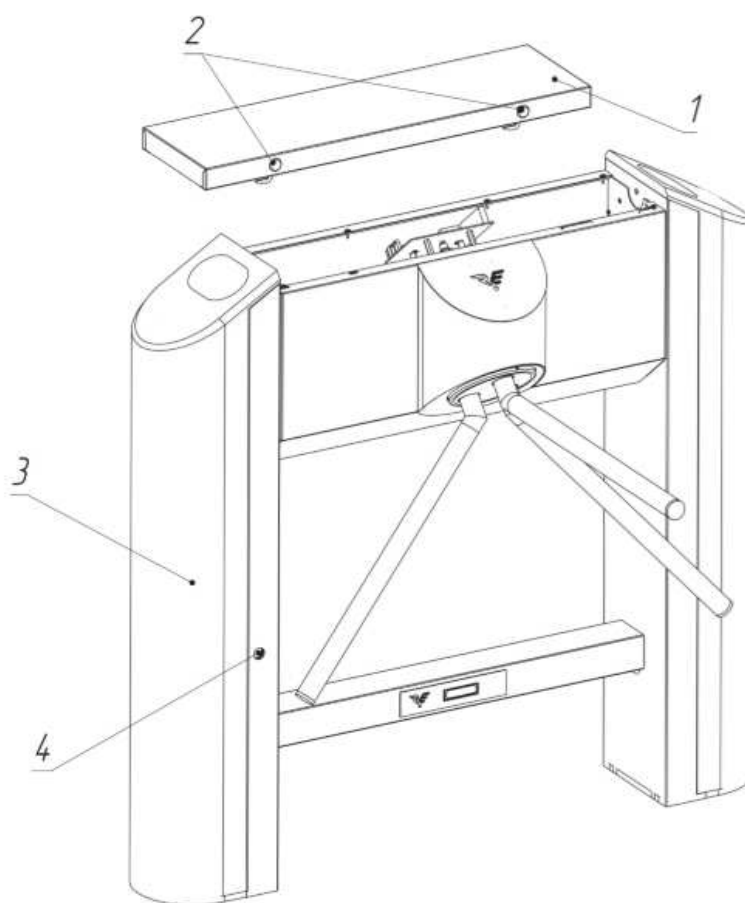
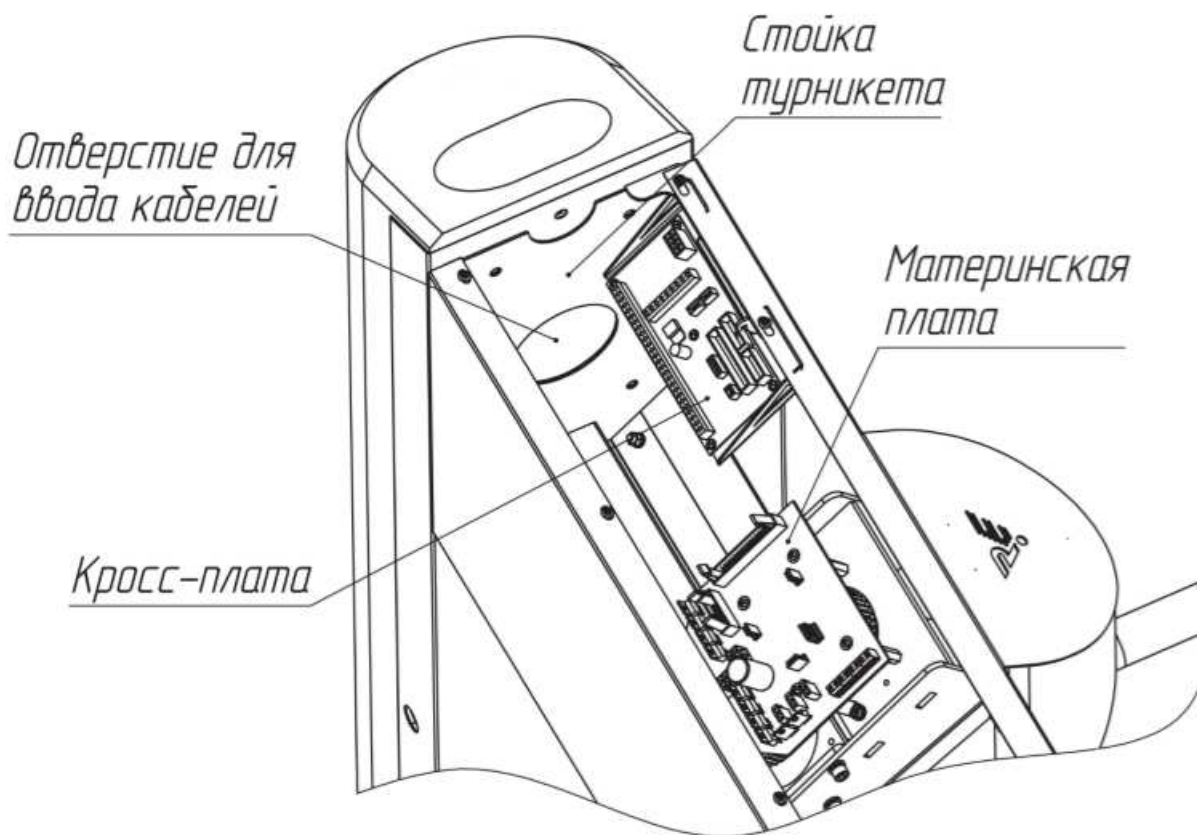
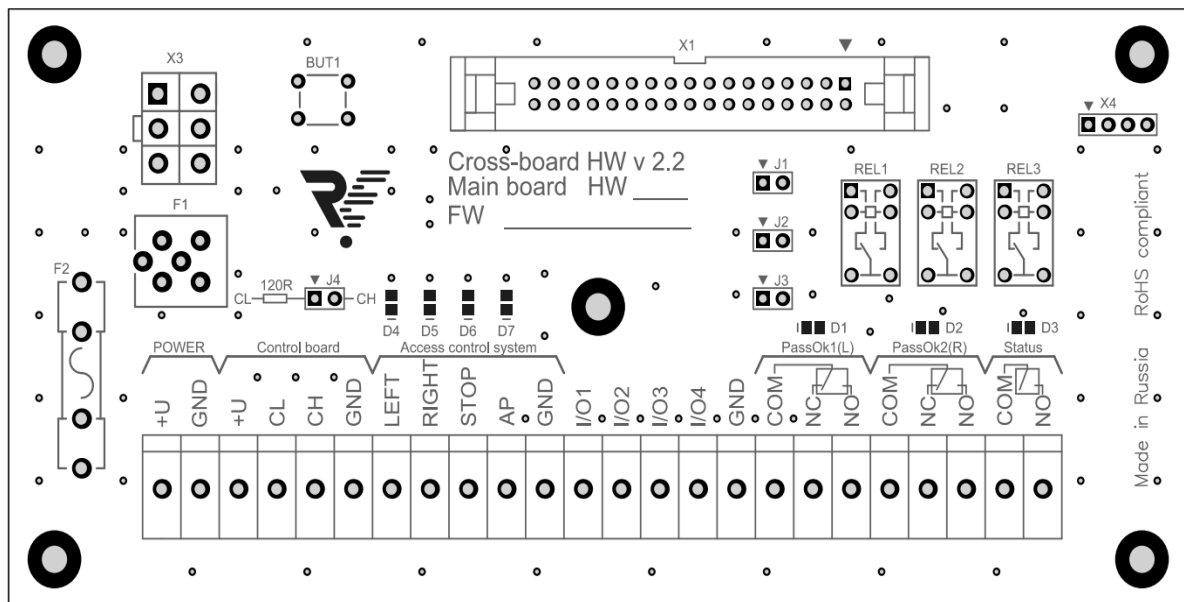
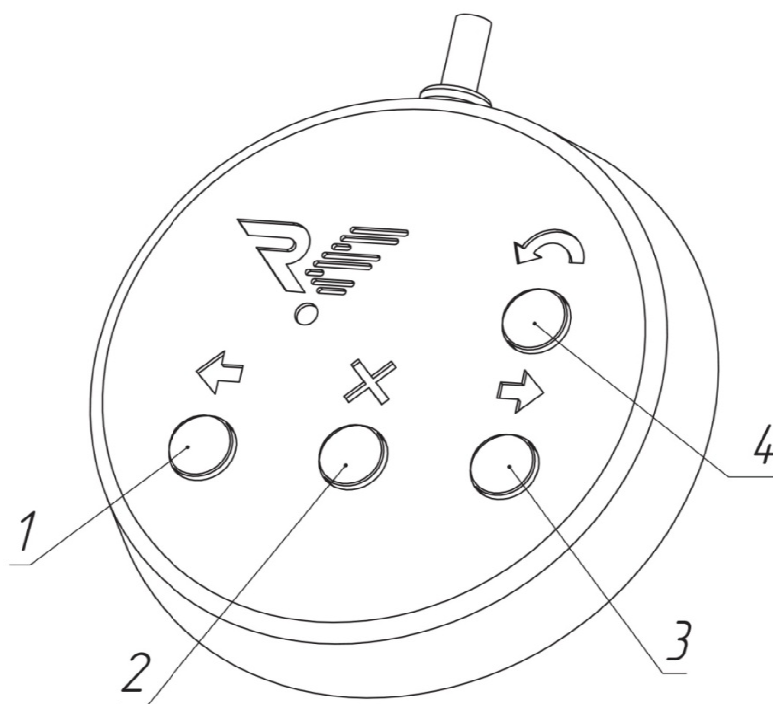

Рис. 8 Подготовка к установке турникета
Рис. 9 Расположение кросс-платы на стойке турникета
Рис. 10 Внешний вид кросс-платы
Рис. 11 Нумерация кнопок ПУ
4.2.7. Установите турникет на подготовленную площадку (рис. 5). Используя ключи, откройте замки (2, рис. 8) и снимите верхнюю крышку (1, рис. 8). Также, открыв замок стойки (4, рис. 8), откройте дверцу стойки (3, рис. 8).
Подключение БП, ПУ и СКУД осуществляется с помощью кросс-платы. Для этого необходимо снять крышку турникета(1,рис. 8), используя ключи. На рис. 9. показано расположение кросс-платы на стойке турникета.
На рис. 10 показан внешний вид кросс-платы и расположение разъемов для подключения БП, ПУ, СКУД и ОПС.
Входы LEFT и RIGHT могут работать как в потенциальном, так и в импульсном режиме (срабатывание по факту замыкания на контакт GND). Импульсный режим установлен по умолчанию. Для перехода на потенциальный режим работы необходимо установить джампер J1 (рис. 10). В данном случае режим прохода влево/вправо включается только на время подачи управляющего сигнала на входы LEFT/RIGHT. Режим свободного прохода можно устанавливать подачей управляющих сигналов на оба входа одновременно. Приоритет входов LEFT и RIGHT при переходе в импульсный режим остается неизменным.
Для использования данной схемы подключения турникета необходимо установить на кросс-плату джампер J2 (рис. 10). При установленном джампере J2 турникет не реагирует на команды пульта, а лишь транслирует их состояние на контакты клеммных колодок I/O1...I/O4 (рис. 8), которые являются выходами с открытым коллектором. Назначение контактов представлено в таблице 6, нумерация кнопок пульта изображена на рис. 11. Для данной группы контактов максимальный выходной ток не более 150 мА, допустимое напряжение не более 24 В.
I/O1	Состояние кнопки "Влево" (1, рис. 11)
I/O2	Состояние кнопки "Вправо" (3, рис. 11)
I/O3	Состояние кнопки "Стоп" (2, рис. 11)
I/O4	Состояние кнопки "Антипаника" (4, рис. 11)